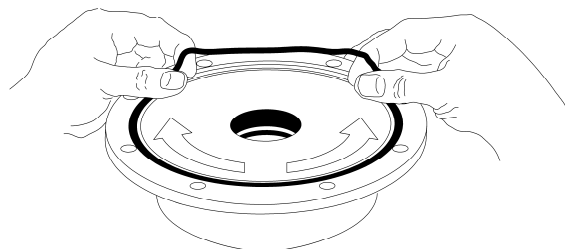

Figura 10 – Instalación de la junta tórica del cabezal
7. Instale una nueva junta tórica del cabezal (72) en la ranura de la cara interna del cabezal (20). Coloque la junta tórica en posición plana y comience a insertarla de un lado de la ranura, estirando hacia delante con los dedos, tal como se muestra en la figura 10.